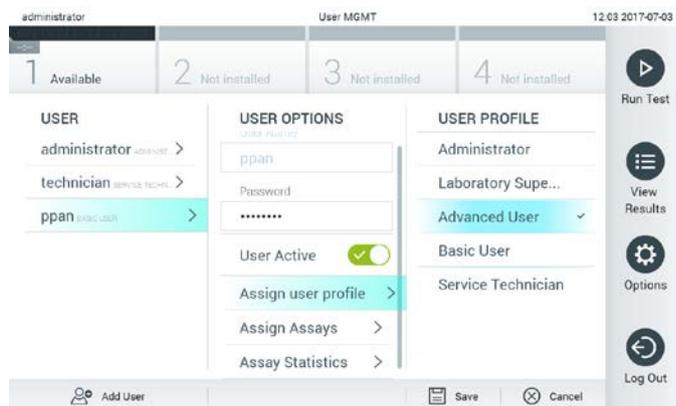

Figura 53. Assegnazione di profili utente agli utenti.
- Assign User Profile (Assegna profilo utente): consente di assegnare un profilo utente diverso per quell'utente (ad esempio, Administrator (Amministratore), Laboratory Supervisor (Supervisore laboratorio), Advanced User (Utente avanzato), Basic User (Utente di base)). Selezionare il profilo utente appropriato dall'elenco a destra dell'area dei contenuti (Figura 53).